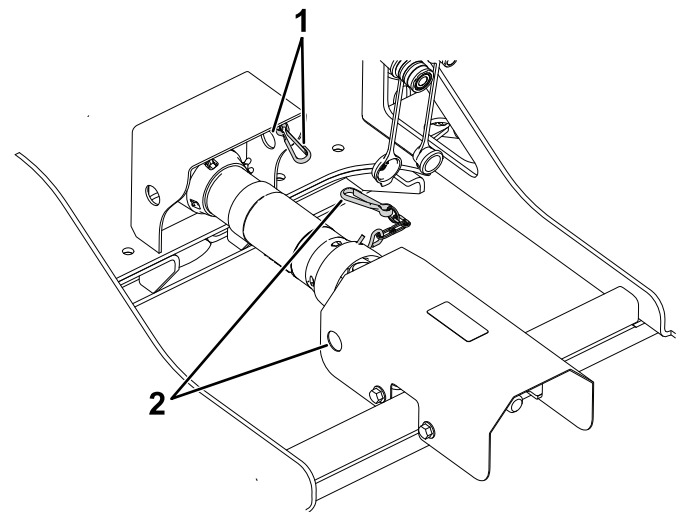

**Figura 14**
6. Utilizando los herrajes de conexión de la TDF retirados en 3 Preparación de la unidad de tracción \(página 8\), fije el árbol de la TDF de la unidad de tracción al eje de conexión acanalado en el conjunto de placa de soporte, tal y como se muestra en la Figura 14.